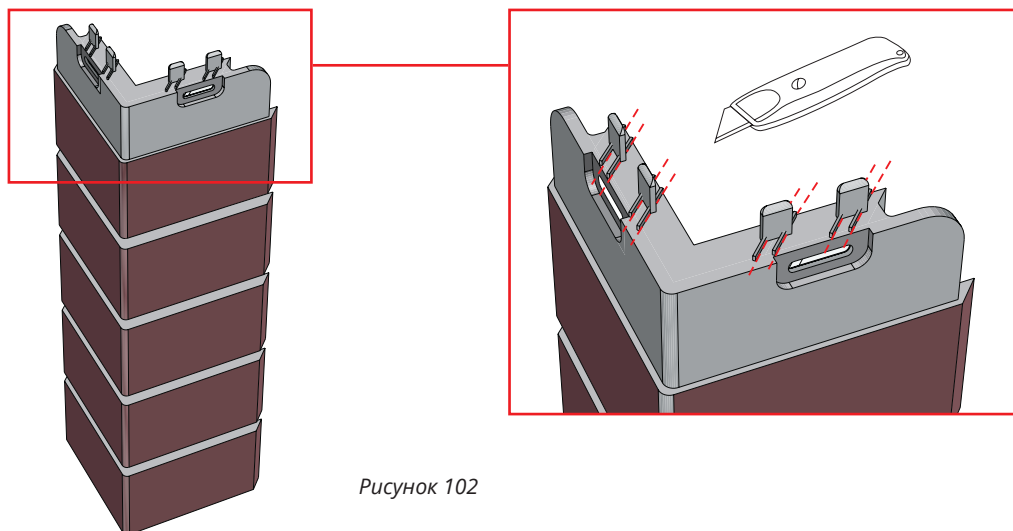

Рисунок 102
- 18.4** При несовпадении швов по горизонту, между фактурными углами и панелями «Клинкерный кирпич», «Колотый камень», необходимо подрезать ограничители высоты, указанные пунктирной линией (Рис. 102). Это позволит отрегулировать каждый угол по высоте, относительно панелей.